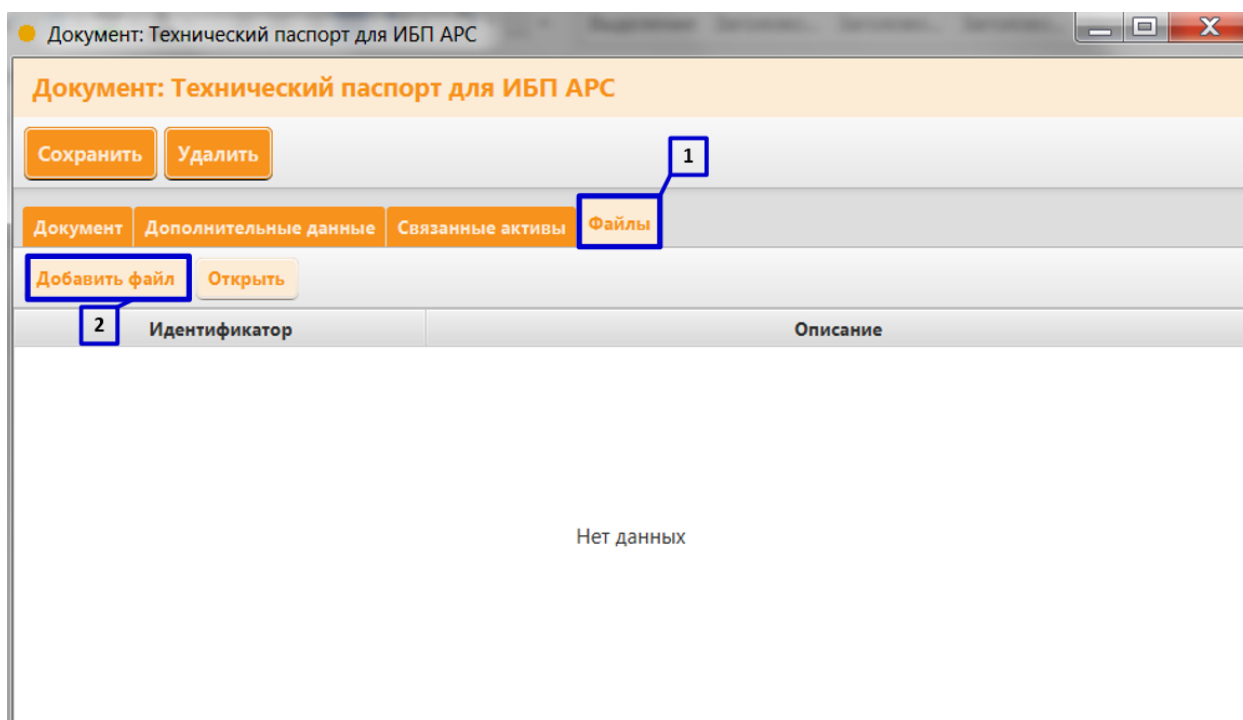

Рисунок 57. Создание документа: добавление электронного документа (Часть 1)
20. Откройте вкладку «Файлы» (**Рисунок 57 пункт 1**);
21. Для добавления файла нажмите клавишу «Добавить файл» (**Рисунок 57 пункт 2**);